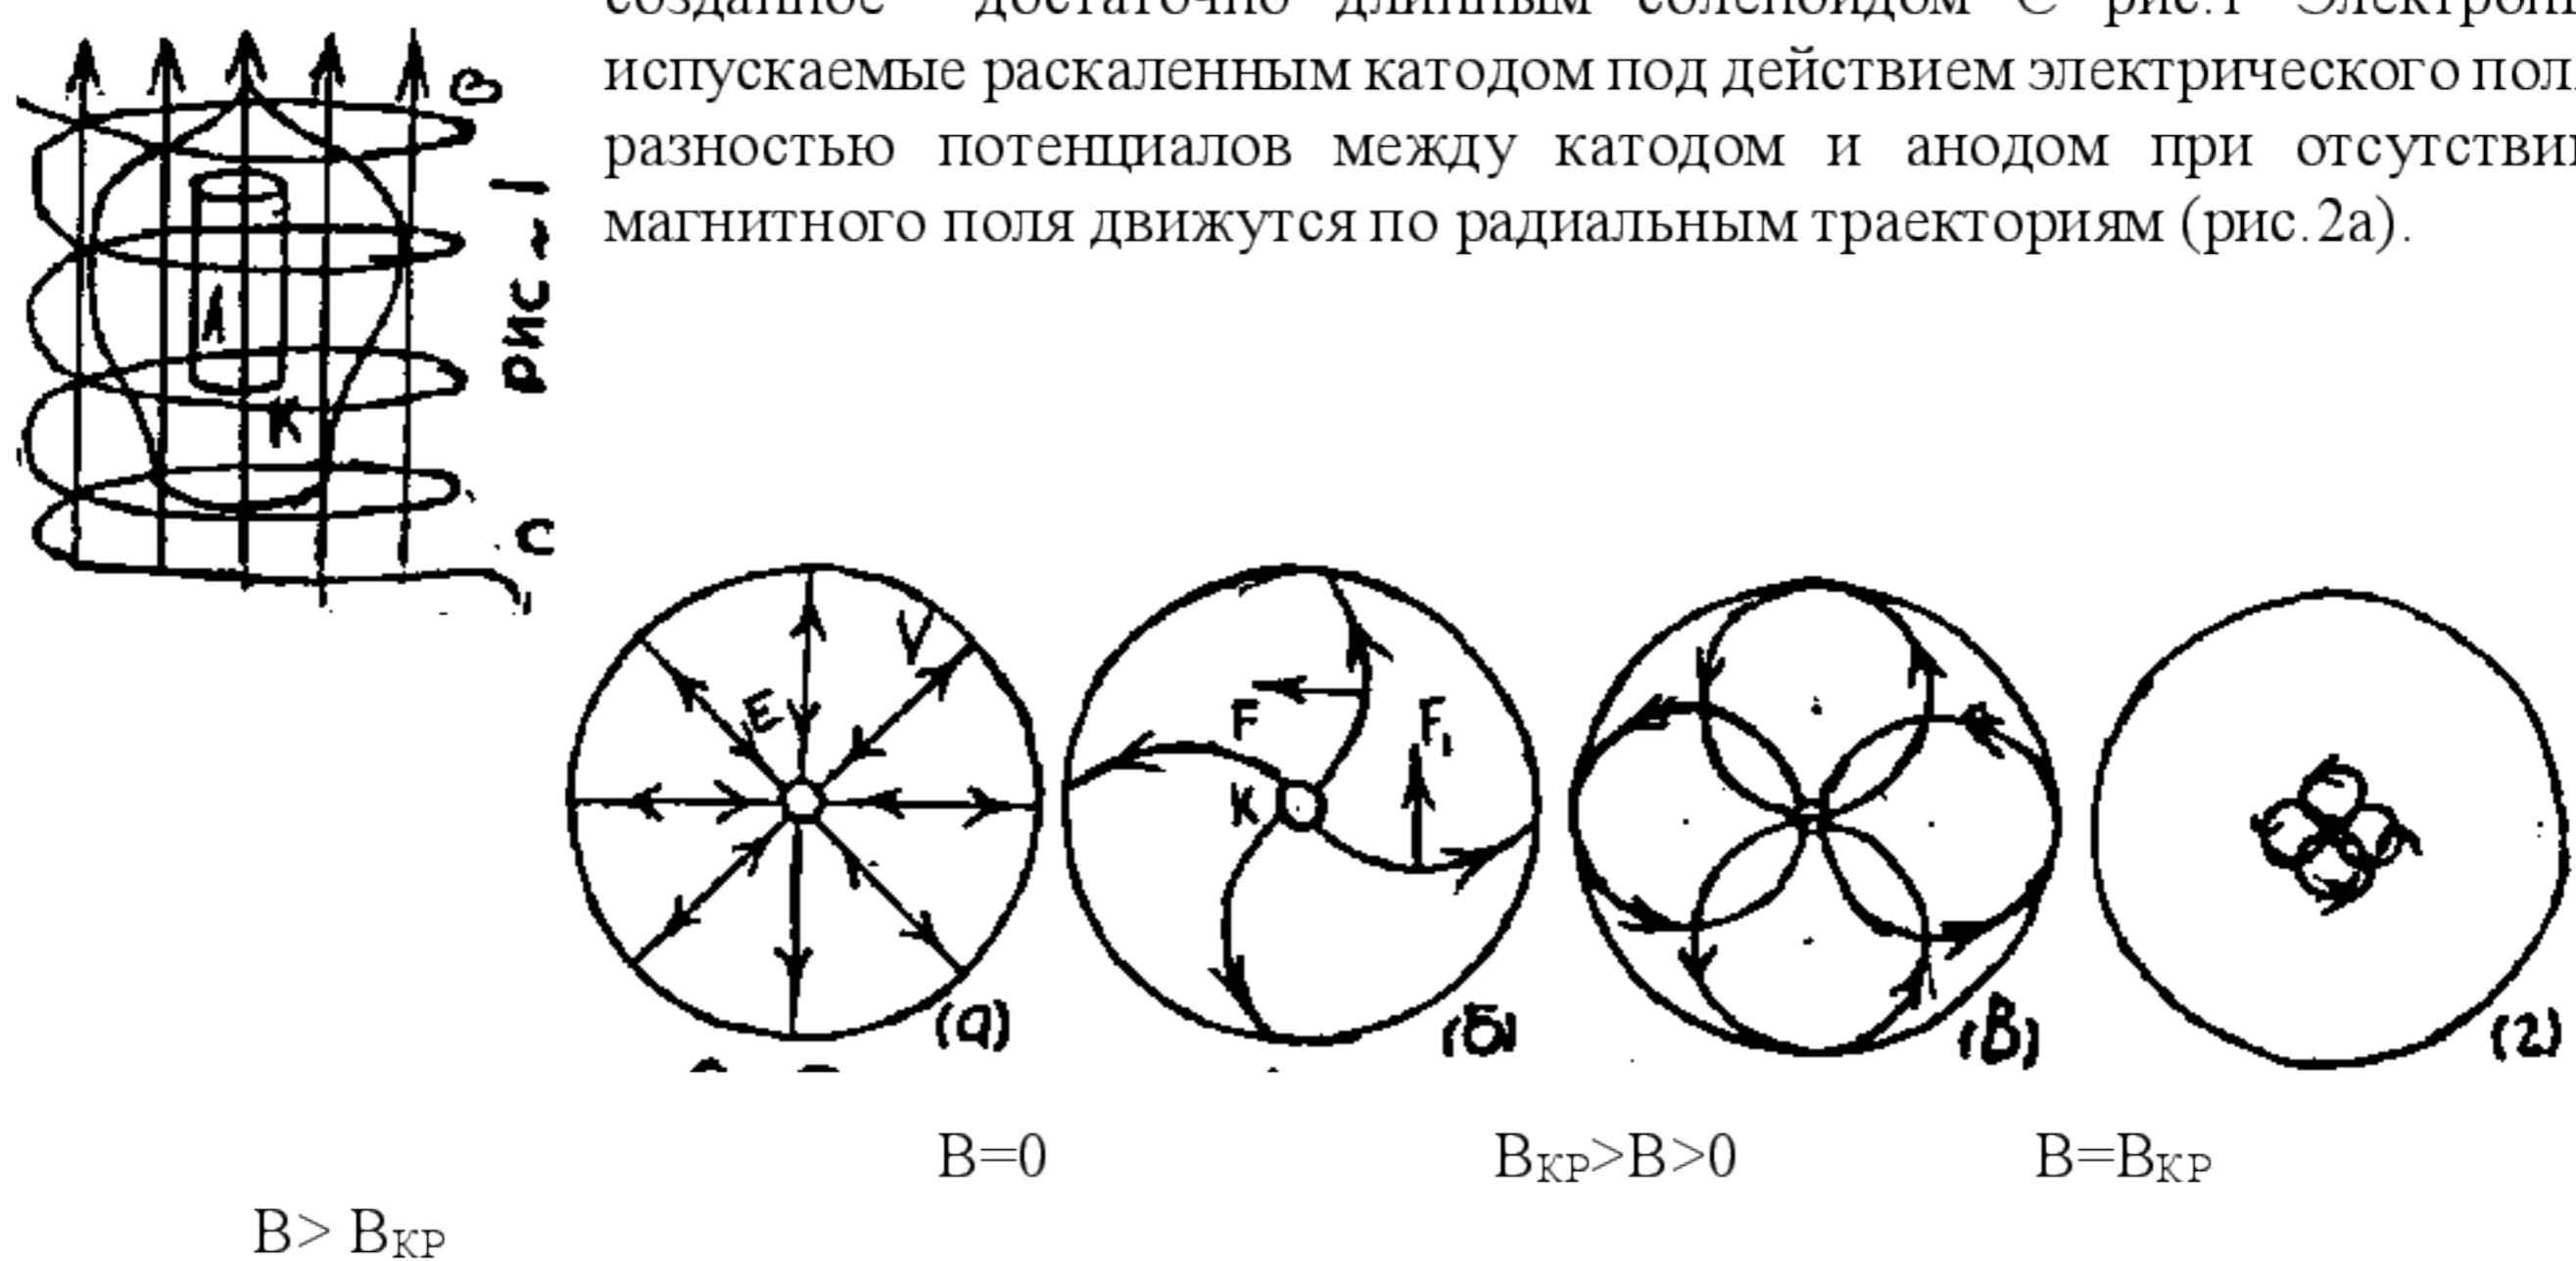

Рис.2
созданное достаточно длинным соленоидом С рис.1 Электроны испускаемые раскаленным катодом под действием электрического поля разностью потенциалов между катодом и анодом при отсутствии магнитного поля движутся по радиальным траекториям (рис.2а).
Следует заметить, что электрическое поле между анодом и катодом резко неоднородно. Густота силовых линий, а следовательно, и напряженность поля E , вблизи катода много больше, чем в средней и прианодной области (рис.2а). Поскольку напряженность есть градиент потенциала, то есть равна изменению потенциала на единице расстояния вдоль силовой линии, анодное напряжение U_A распределено в пространстве между анодом и катодом неравномерно. Основная часть его падает на прикатодном участке силовых линий. Идеализируя, можно считать, что все анодное напряжение падает на очень малом участке вблизи катода, на котором и происходит разгон электронов, а дальше, т.е. практически на всем своем пути от анода к катоду, электроны движутся с практически постоянной по величине скоростью. Эта скорость и определяется по формуле (1).
а ее направление F определяется из векторного произведения (3) или по правилу левой руки с учетом отрицательного знака заряда электрона (рис.2б). Из формулы Лоренца (3) следует, что магнитное поле в отличие от электрического действует только на движущуюся частицу: при $V=0$, $F=0$. Кроме того это действие не приводит к изменению величины скорости частицы. Действительно элементарная работа силы Лоренца dA_L равна $dA_L=Fdr \cos\alpha$, где α - угол между перемещением частицы dr и силы F . Из векторного произведения
(3) следует, что $F \perp V$, следовательно $F \perp dr$ (т.к. $\bar{V} = \left(\frac{\bar{dr}}{dt} \right)$) и $\cos\alpha=0$. Значит, работа силы
С ростом индукции магнитного поля B радиусы траектории электронов уменьшаются и при некотором значении $B=B_{kp}$ (критическое) они станут равными половинами расстояния между анодом и катодом (рис. 2 в)